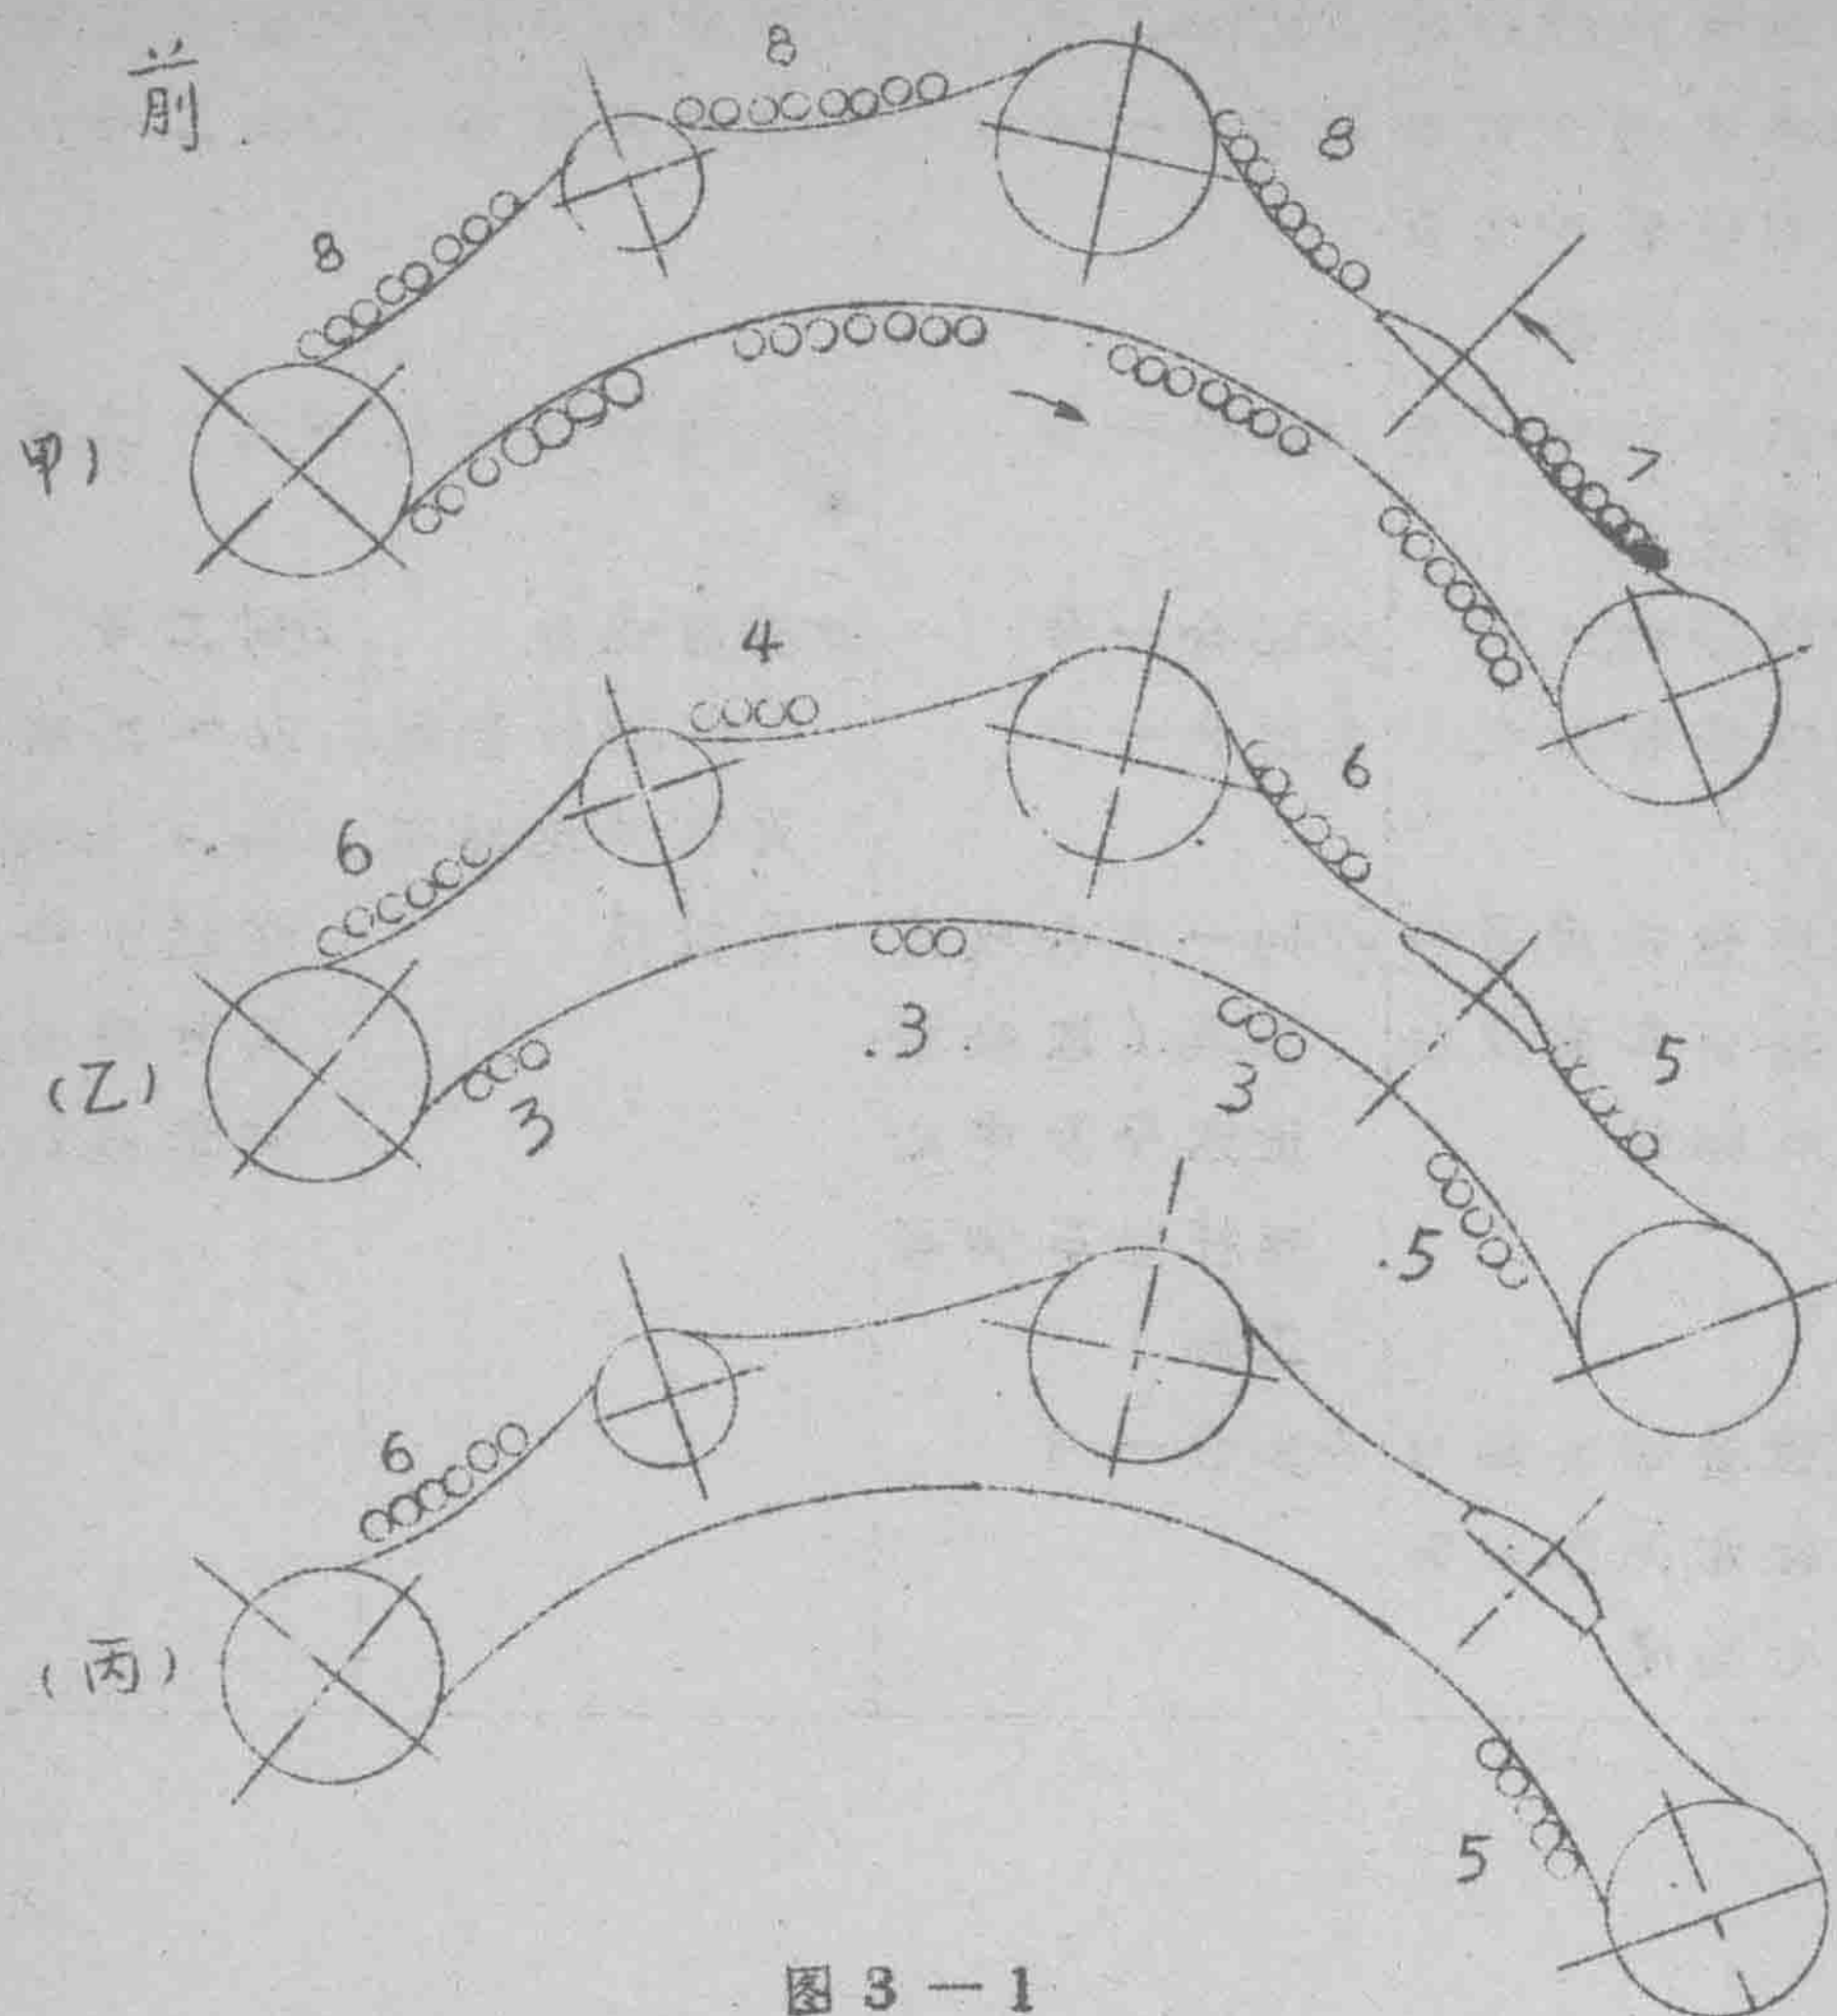

图 3-1
1.如图3-1甲,逆盖板回转方向,自后向前,自上而下初步松开有「0」部分之盖板螺丝。
2.如图3-1乙,相隔约前进五、六根盖板后,仍接原路线松开第一次巡回时被托脚圆盘等阻隔而未松到的盖板螺丝,如「0」部分之盖板螺丝。
3.如图 3-1 丙，再相隔约前进五、六根盖板后，仍按原路线松开第一、第二两次中被前后圆盖阻隔而未松到的螺丝，如「0」部分之盖板螺丝。至此初松盖板螺丝全部完毕。